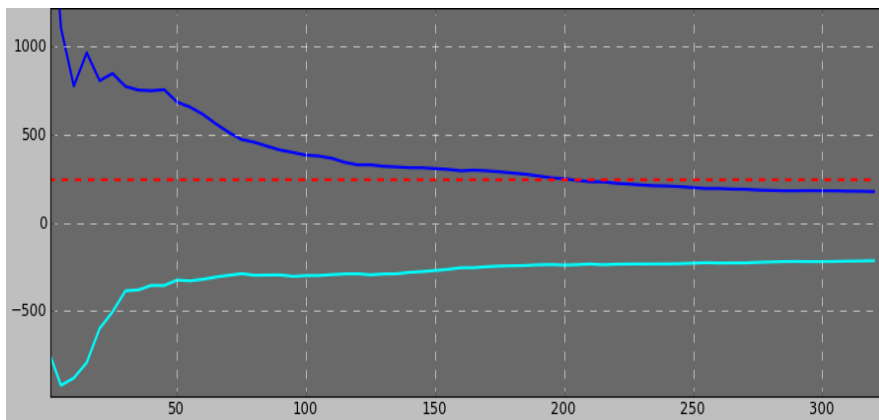

Рисунок 2.18 – Контроль перевищення порогу за допомогою курсору
2.8 Якщо мета вашого вимірювання полягає в тому, щоб тільки пересвідчитись, чи питома активність не перевищує певний встановлений рівень (порогове значення), то в режимі трендів це можна робити з **мінімальними затратами часу**. Після запуску процесу вимірювання встановіть червону лінію-курсор на рівень питомої активності, перевищення чи неперевищення якого ви бажаєте контролювати. Далі спостерігайте за зміною положення і ширини смуги і досить буде дочекатися моменту, коли вся смуга опуститься явно нижче заданого рівня. У наведеному прикладі (рисунок 2.18) видно, що вся смуга можливих значень питомої активності опустилась нижче встановленого порогу (поріг – червона пунктирна лінія) приблизно після 200-ої секунди вимірювання. Не поспішайте з висновками на початкових етапах вимірювання, тому що на початку вимірювання смуга може опуститись, а потім піднятися вище порогу. Якщо ви хочете більш достовірного результату, то дочекайтесь відносно стабільного стану смуги, коли лінії смуги перший раз змінять свій колір (зміна кольору означає певне підвищення рівня достовірності, а саме – після сірого кольору настає голубий, після голубого – синій).